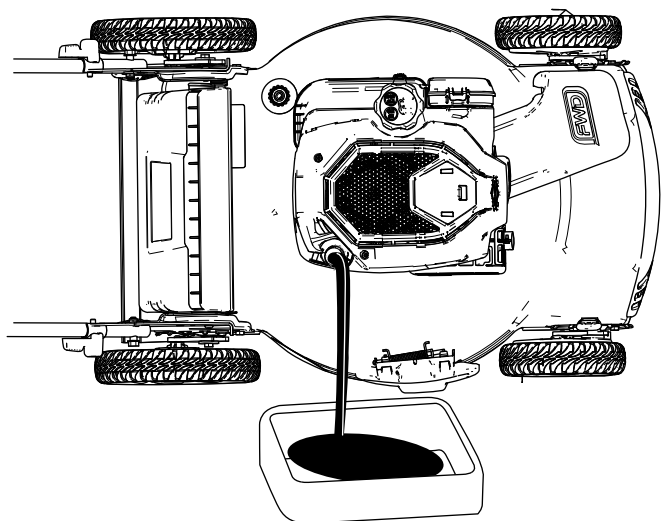

Figuur 22
3. Verwijder de peilstok door de dop linksom te draaien en eruit te trekken (Figuur 22).
10. Lees het oliepeil af van de peilstok (Figuur 22).